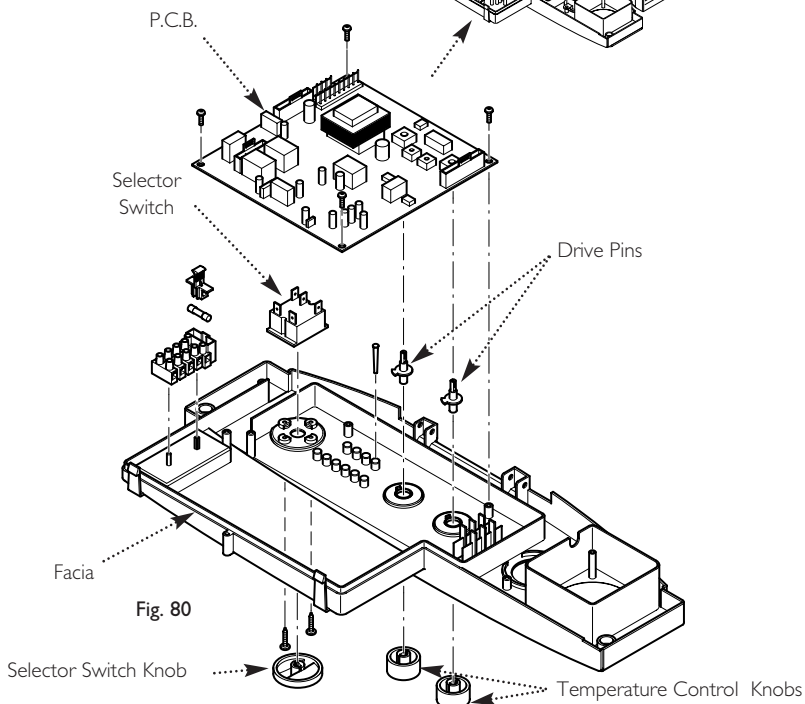

Fig. 80
14.19 P.C.B. (Fig. 80)
14.20 Selector Switch (Fig. 80)